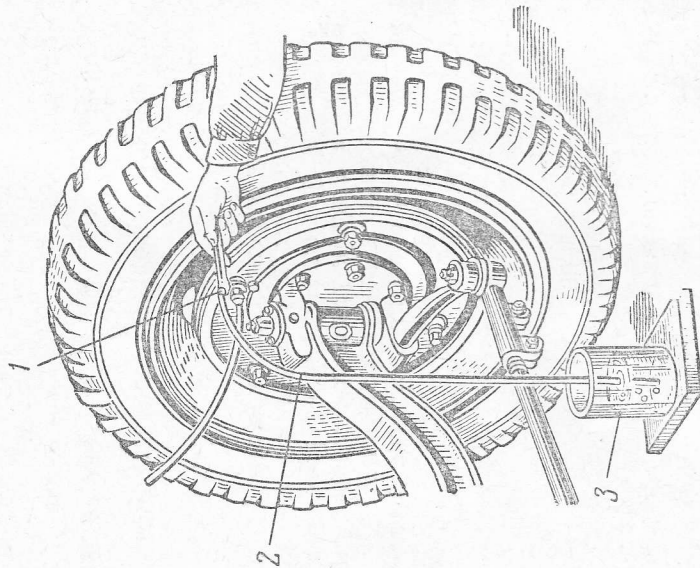

Рис. 128. Удаление воздуха из гидравлического привода тормозов:
5. Удалить воздух из гидравлического привода системы тормозов (рис. 128):